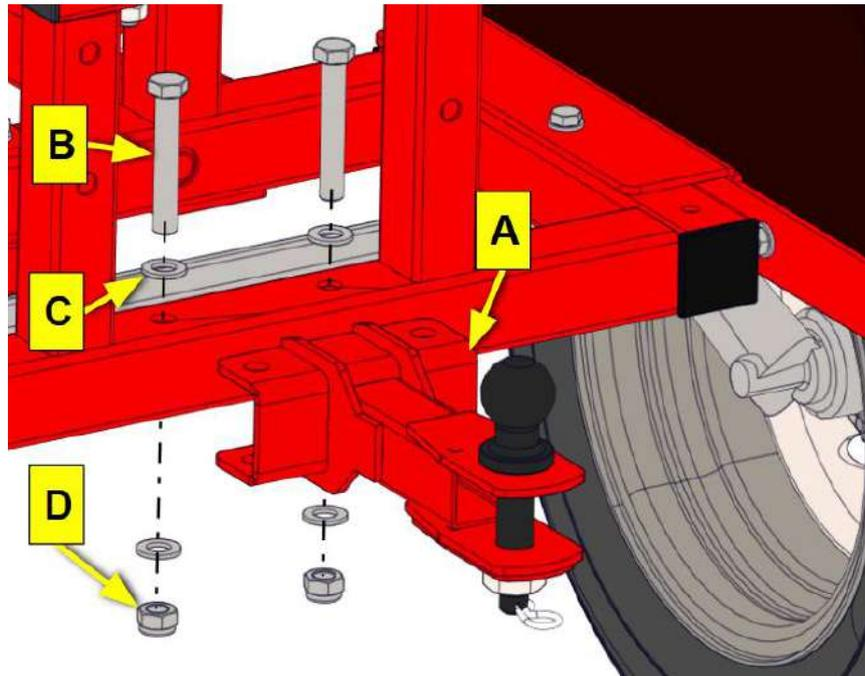

Рисунок 21. Встановлення кронштейна фаркопа
- Розмістіть кронштейн фаркопа (A) до рами та вирівняйте його відносно неї;
- Зафіксуйте кронштейн фаркопа до рами, за допомогою 2-х болтів M16x110 (B), 4-х шайб M16 (C) та 2-х гайок M16 (D) (Рис. 21) ;